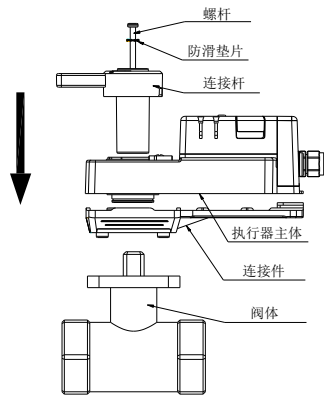

图 2
2. 图 2 为球阀执行器组件分解图, 请按安装步骤依次完成对阀体的正确装配和安装: